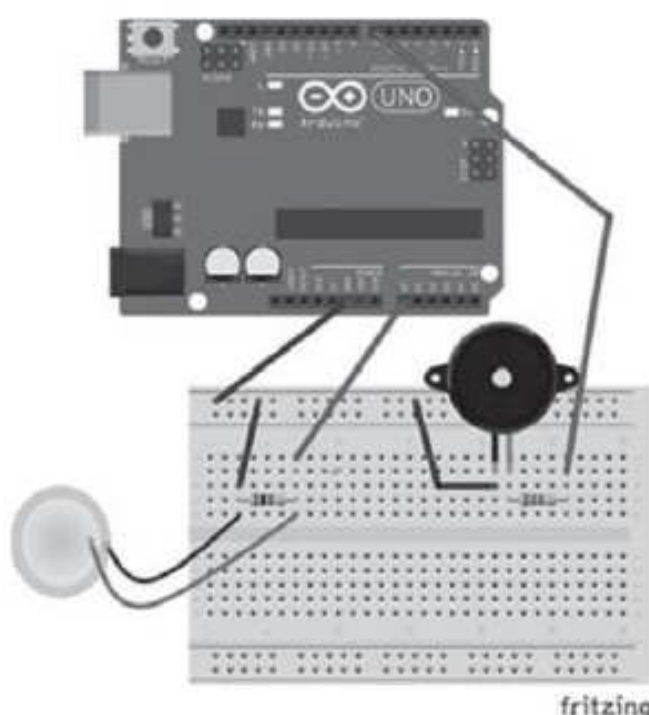

Figura 6.3 – Uso do cristal piezoelétrico.
Conforme podemos observar na Figura 6.3, realize os passos a seguir para montar o projeto:
2. Altere o projeto mostrado na Figura 6.3 trocando o buzzer por um LED. Quando o valor de limiar for atingido, o LED deverá ser aceso, caso contrário deverá permanecer apagado.